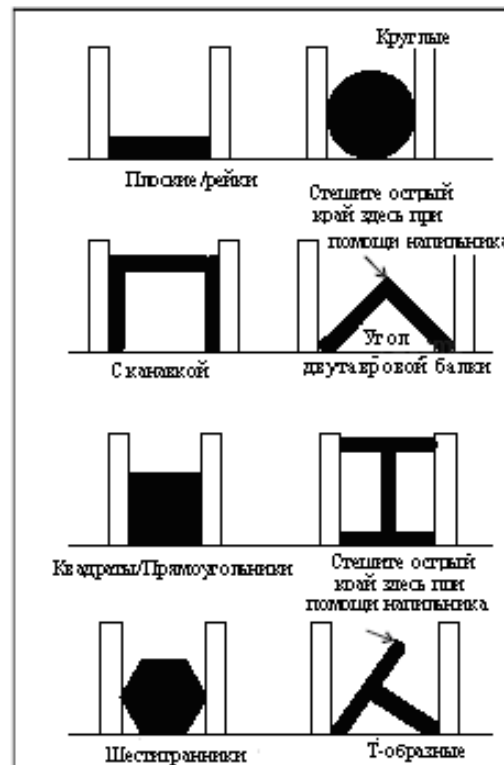

Рисунок 9: Расположение заготовок в тисках
3. Зажмите рабочую заготовку в тисках. (См. рисунок 9 касательно примеров расположения рабочей заготовки в тисках.)